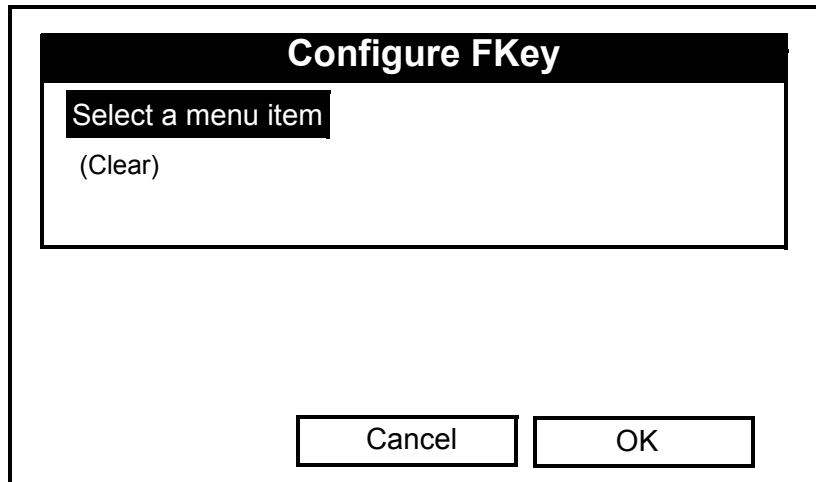

Figura 3-9: A Janela Configure FKey (Configurar tecla de função)
4. Utilize as setas direccionais [▼] ou [▲] para seleccionar a *FKey* (Tecla de função) pretendida (por exemplo, *F1*) e pressione [ENTER]. Abre-se a janela *Configure FKey* (Configurar Tecla de função) (consulte a Figura 3-9 na página seguinte).
**Nota:** *Uma tecla de função também pode ser eliminada na janela Configure FKey (Configurar tecla de função) (consulte Figura 3-9 na página 3-10) seleccionando a opção Clear (Eliminar) e pressionando [ENTER] e, de seguida, [F3] (OK).*